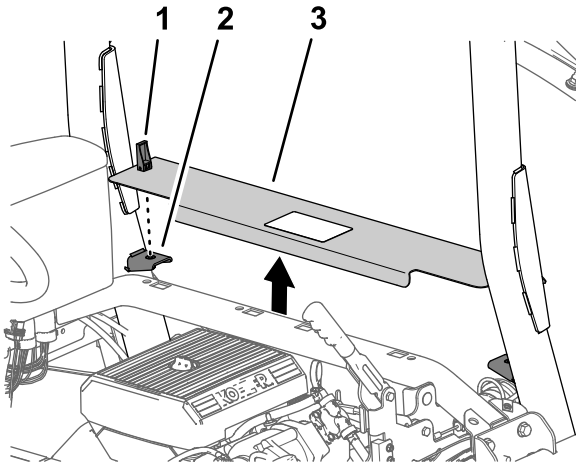

Bild 7
- Drehen Sie die Griffe für die Riegel der Motorabdeckplatte nach oben (Bild 7).
- Heben Sie die Motorabdeckplatte an und nehmen sie von der Maschine ab (Bild 7).